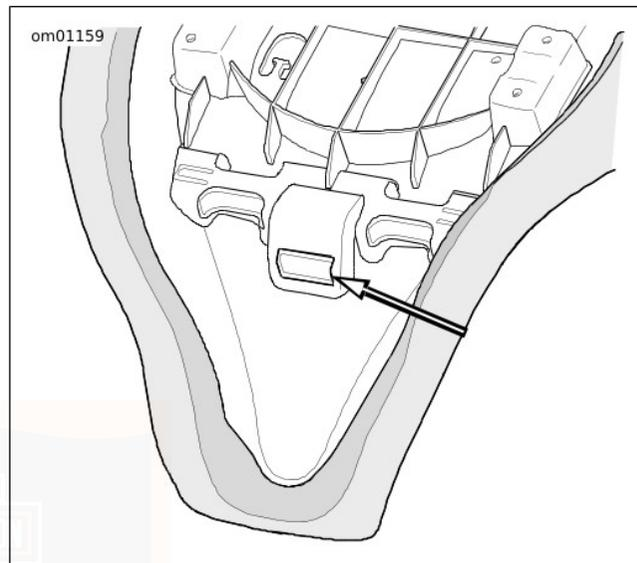

Figure 79. Fente de montage de la selle
1. Voir Figure 79. Placer la selle sur le tube central du cadre.